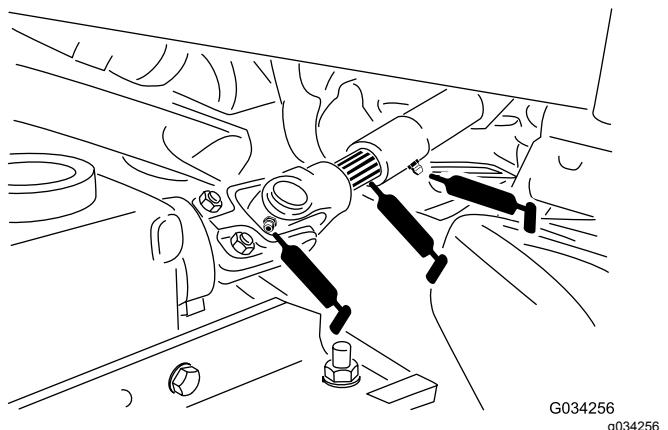

Figura 36
- Eixo universal da tomada de força (Figura 36)